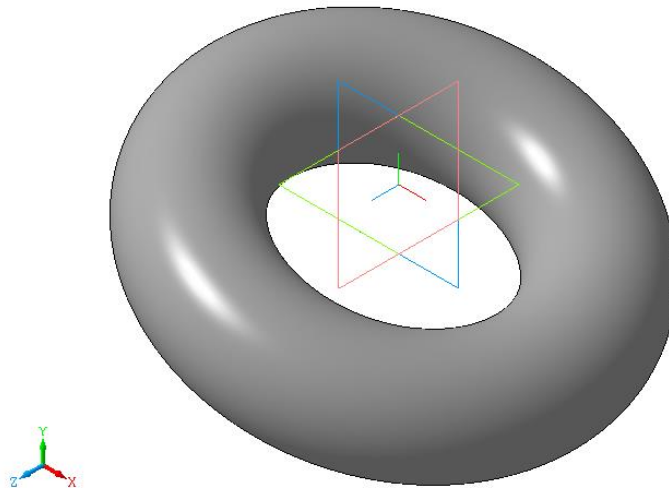

Рис. 3.16. Результат операции **Вращение**: эскиз **Окружность**.
3.14. Создайте объект. Тело вращения – Тор (сплошной) построено (рис. 3.16).